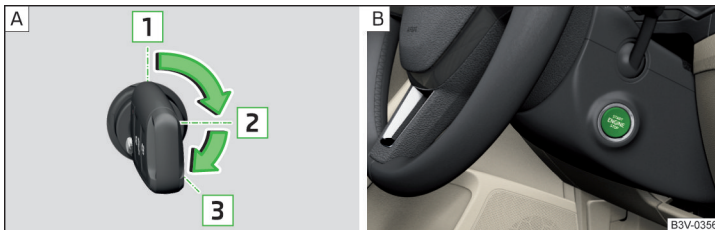

Abb. 251 Positionen des Fahrzeugschlüssels im Zündschloss / Starterknopf
Positionen des Fahrzeugschlüssels im Zündschloss » Abb. 251 - **A**
- › Den Knopf drücken » Abb. 251 - **B**, die Zündung wird ein-/ausgeschaltet.
- › Bei Fahrzeugen mit **Zündschloss** den Schlüssel in die Position **3** drehen » Abb. 251 auf Seite 209 - **A**, es erfolgt der Startvorgang. Dann den Schlüssel loslassen, der Motor springt automatisch an.
- › Bei Fahrzeugen mit **Starterknopf** den Knopf kurz drücken » Abb. 251 auf Seite 209 - **B**, der Motor springt automatisch an.
- › Bei Fahrzeugen mit **Zündschloss** den Schlüssel in die Position **1** drehen » Abb. 251 auf Seite 209 - **A**.
- › Bei Fahrzeugen mit **Starterknopf** den Knopf drücken » Abb. 251 auf Seite 209 - **B**, der Motor und die Zündung werden gleichzeitig ausgeschaltet.
➤ Den Knopf gedrückt halten » Abb. 251 auf Seite 209 -  oder zweimal innerhalb von 1 Sekunde drücken.